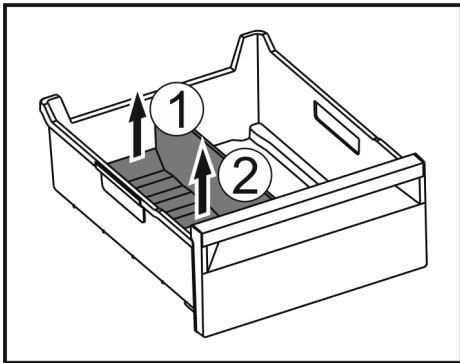

Fig. 173
- ▶ Achterste deel van de ijsvak-scheider optillen. Fig. 173 (1)
- ▶ Ijsvak-scheider er naar boven toe uitnemen. Fig. 173 (2)